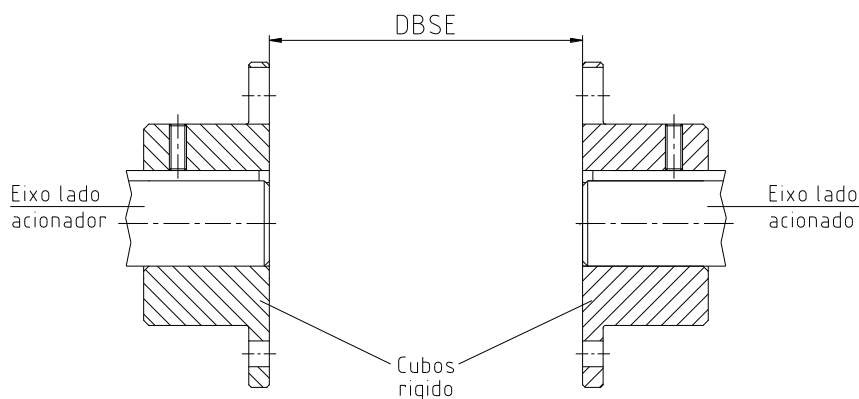

Figura 17: Montagem dos cubos rígido
- Monte os cubos de flange sobre o veio, nos lados de entrada e saída (ver figura 17).
- A face do eixo não deve ultrapassar a face interna do cubo (ver figura 17).